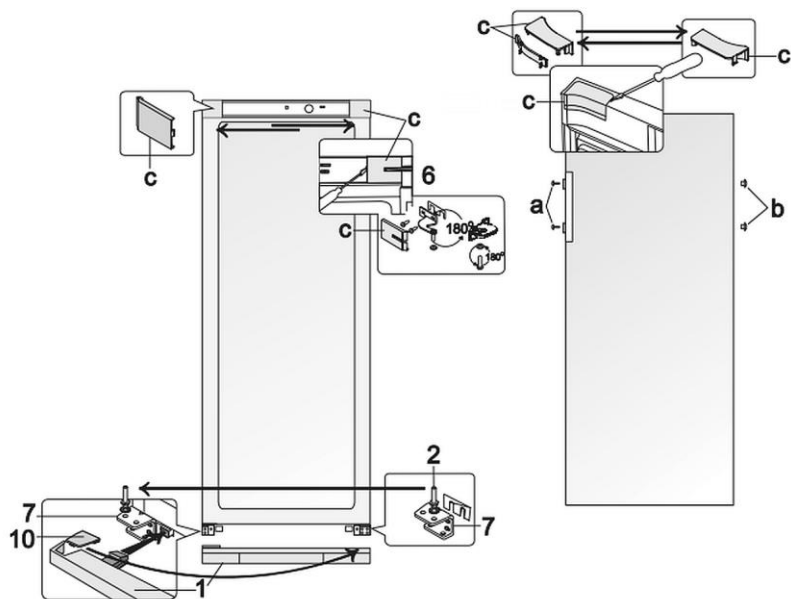

Fig. 6
1. Remova o perfil (c, fig. 6) da carcaça e do interior da porta.
2. Retire o suporte superior (6) juntamente com as arruelas e arruelas afixadas e a junta de plástico por baixo do suporte.
4. Remova o perfil inferior (1).
5. Desaperte o pino de retenção (2) do suporte inferior (7).
6. Agora aparafuse-o com todas as arruelas no suporte oposto (7), simetricamente à posição anterior.
7. Coloque a porta do frigorífico no pino de retenção (2) a partir do suporte (7).
8. Gire o suporte (6) com o pino de suporte, as arruelas montadas e a vedação plástica em 180°.
10. Insira o suporte (6) na porta do frigorífico e aparafuse-o nos orifícios do lado oposto do frigorífico.